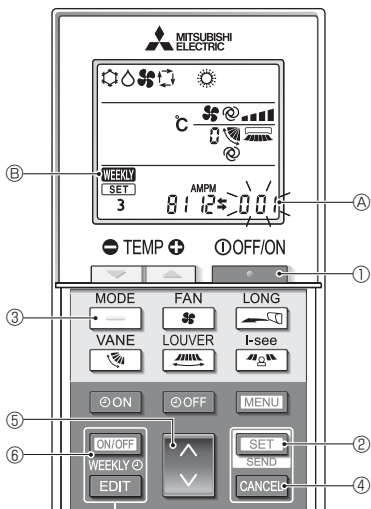

Fig. 4-12
### 4.12.8. Cómo desactivar el funcionamiento en modo Auto (Fig. 4-12)
1. Pulse el botón **STOP** (1) para detener el acondicionador de aire.
- Si el temporizador semanal está activado, pulse el botón **ON/OFF WEEKLY** (6) para desactivarlo. (**WEEKLY** (6) desaparece).
2. Pulse el botón **SET** (2) durante 5 segundos.
- El equipo entra en el modo de ajuste de funciones. (El número de ajuste del modelo de grupo (A) parpadea).
3. Pulse el botón **DOWN** (4).
4. Completar los ajustes (Fig. 4-12)
- Pulse el botón **SET** (2) durante 5 segundos.